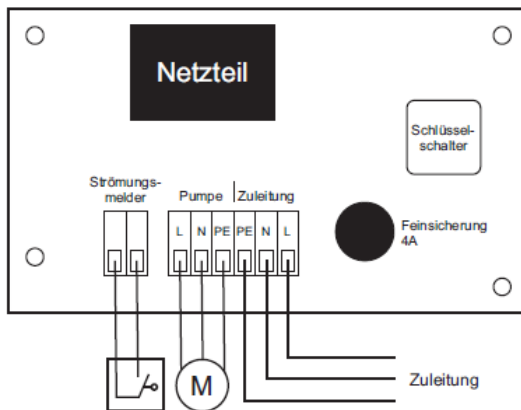

Abb. 7 Anschlussschema Schlüsselschalter
2. Innerhalb von 2 Minuten wird eine Rückmeldung des Strömungsmelders erwartet (geschlossener Kontakt an den orangenen Klemmen (Siehe Abb. 7)).